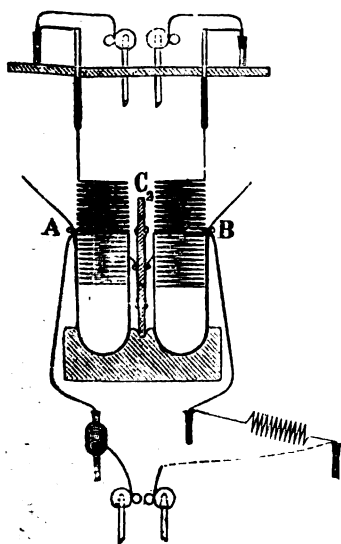

Fig. 2.
14. In appresso ho dato all'apparecchio una disposizione migliore che è rappresentata nella fig. 2. — Ai due lati del condensatore piano  $C_2$  ed in comunicazione colle sue armature si trovano due recipienti d'ottone entro i quali possono più o meno introdursi le eliche secondarie, ed essere fissate da un bottone  $A$ , o  $B$ , in maniera da far variare le spire attive senza alterare la capacità  $c_2$ . L'estremità superiore di queste eliche è saldata ad una asticella che scorre a sfregamento e può nascondersi per intero entro un cannello d'ottone, il quale superiormente comunica in modo invariabile con un pozzetto dello spinterometro secondario o del tubo di Röntgen.